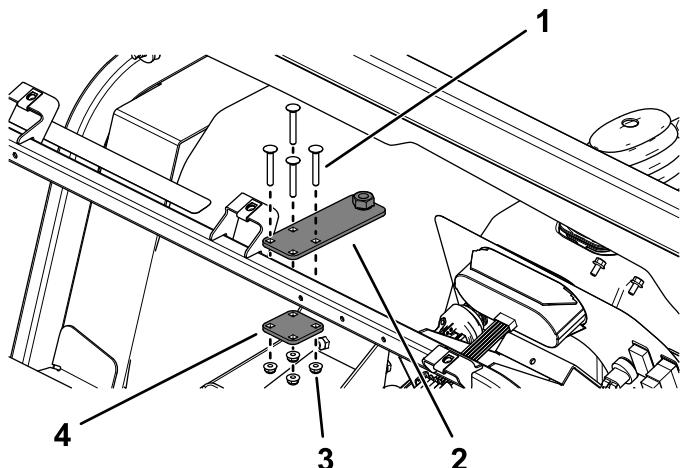

Bild 36
1. Befestigen Sie die Einstellplatte und die Rückplatte mit den vier Schlossschrauben ( $\frac{1}{4} \times 1\frac{3}{4}"$ ) und Bundmuttern ( $\frac{1}{4}"$ ) am Stützrohr des Armaturenbretts, wie in Bild 36 abgebildet.